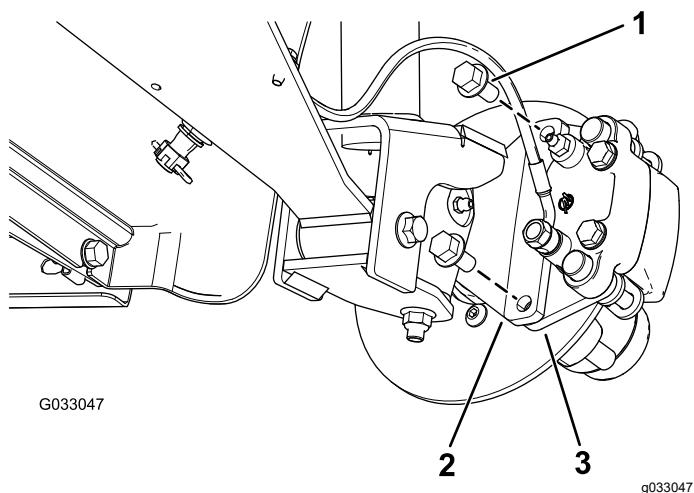
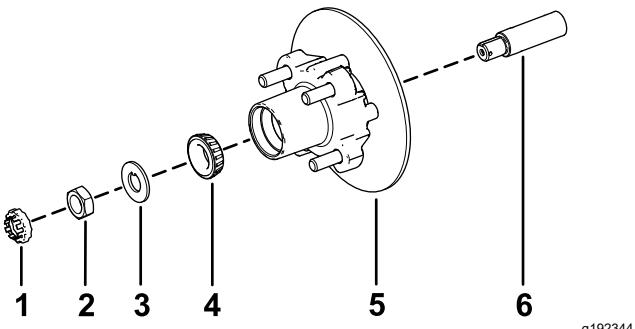

Figura 31
Figura 35
3. Retire los pernos con arandela prensada ($\frac{3}{8}$ " x $\frac{3}{4}$ ") que sujetan el soporte del conjunto de freno al eje y separe el freno del eje (Figura 31).
1. Aplique una ligera capa de grasa del tipo especificado en el eje (Figura 35).
2. Monte el cubo y el rotor en el eje con el rotor hacia dentro (Figura 35).
3. Monte el cojinete exterior en el eje y acople el cojinete al anillo de rodadura exterior (Figura 35).
4. Monte la arandela con pestaña en el eje (Figura 35).
5. Enrosque la tuerca en el eje y apriete la tuerca a 15 N·m, girando el cubo para asentar el cojinete (Figura 35).
- 2. Alinee las pastillas de freno en cada lado del rotor (Figura 31) y los taladros del soporte de la pinza con los taladros de montaje del freno de la mangueta (Figura 35).
- 3. Sujete el soporte de la pinza a la mangueta (Figura 31) usando los 2 pernos con arandela prensada ($\frac{3}{8}'' \times \frac{3}{4}''$).